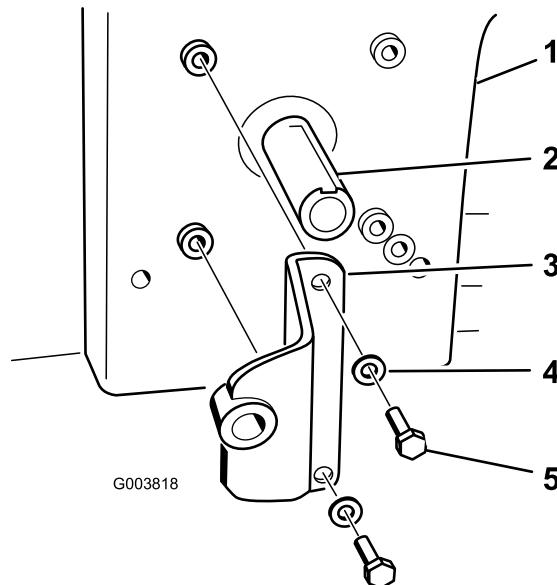

Figura 18
4. Instale el soporte de la bomba en el motor con 2 pernos (5/16" x 3/4") y 2 arandelas (3/8"). Consulte en Figura 18 la posición correcta del soporte de la bomba.